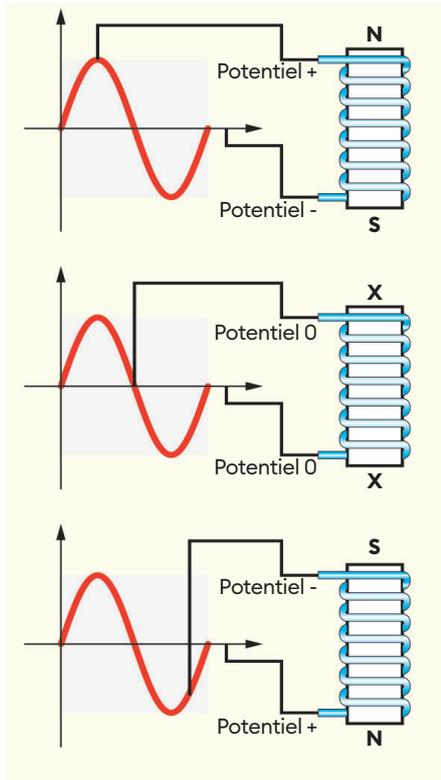

Fig. 2 : Selon la position du conducteur extérieur, le courant circule dans l'autre sens.
Si du courant alternatif alimente une bobine, un champ alternatif est créé (Fig. 2) : la connexion supérieure de la bobine est connectée au conducteur extérieur (phase) et la connexion inférieure au conducteur neutre du courant alternatif. Dans la première image, pendant la demi-onde positive, le potentiel positif est conduit à la connexion supérieure de la bobine et, selon la règle de la main droite, un pôle nord apparaîtra en haut. Dans l'image du milieu, les potentiels des conducteurs externe et neutre sont identiques, puisque le conducteur externe traverse juste la ligne zéro vers la zone négative. Pour cette raison, aucun champ magnétique n'est créé à ce moment (X). Dans la troisième image, le conducteur extérieur est dans la demi-onde négative et le courant (sens conventionnel du courant) circule du neutre vers le conducteur extérieur à ce moment. Pour le champ magnétique, cela signifie que le pôle nord est en dessous de la bobine. Le champ magnétique ne change pas brusquement, mais de manière sinusoïdale, identique à la tension appliquée, et à une fréquence du secteur de 50 Hz, 100 fois par seconde.